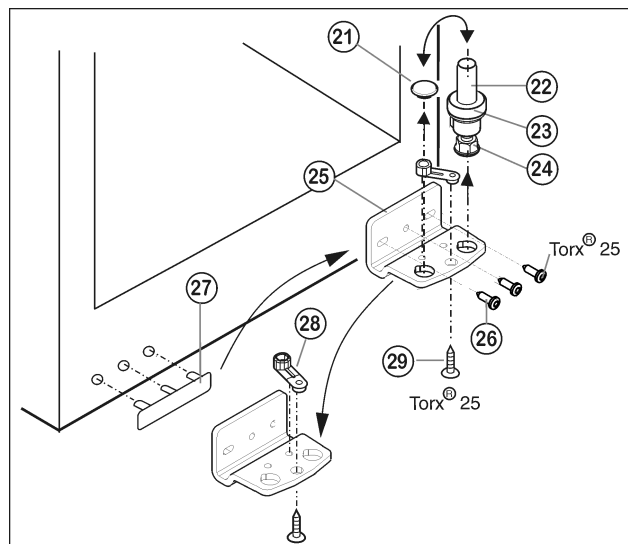

Fig. 5
- ▶ Ložiskový čep Fig. 5 (22) včetně podložky Fig. 5 (23) a seřizovací nožky Fig. 5 (24) vytáhněte nahoru.
- ▶ Zátku Fig. 5 (21) odstraňte.
- ▶ Stojan ložiska Fig. 5 (25) odšroubujte Fig. 5 (26).
- ▶ Ložiskový díl Fig. 5 (28) odšroubujte Fig. 5 (29) a přemístěte jej do protilehlého upínacího otvoru stojanu ložiska, pak ho znovu pevně přišroubujte.
- ▶ Krytku na straně madla Fig. 5 (27) opatrně vytáhněte a přemístěte na druhou stranu.
- ▶ Stojan ložiska Fig. 5 (25) na nové straně závěsu zase přišroubujte příp. pomocí akumulátorového šroubováku (momentem 4 Nm).
- ▶ Zátku Fig. 5 (21) zase vložte do druhé díry.
- ▶ Ložiskový čep Fig. 5 (22) včetně podložky a seřizovací nožky zase nasadte. Přitom dávejte pozor, aby zajišťovací vačka směřovala dozadu.
- Dveře nasadíte shora na spodní ložiskový čep Fig. 5 (22).
- Dveře případně pomocí obou podélných děr ve spodním stojanu ložiska Fig. 5 (25) vyrovnejte tak, aby lícovaly se skříní přístroje. Vyšroubujte prostřední šroub.